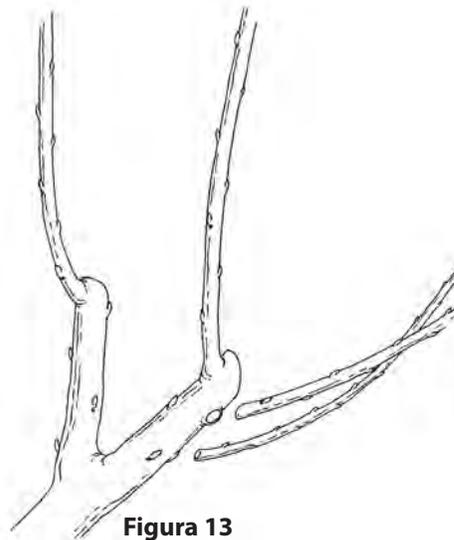

Figura 13
- Si el tocón produce múltiples ejes, retenga uno o dos (los más fuertes) y elimine los demás (Figura 13). Quite estos ejes débiles tan pronto como sea posible para fortalecer el eje renovado y mantenerlo en posición vertical mientras crezca y produzca fruto.